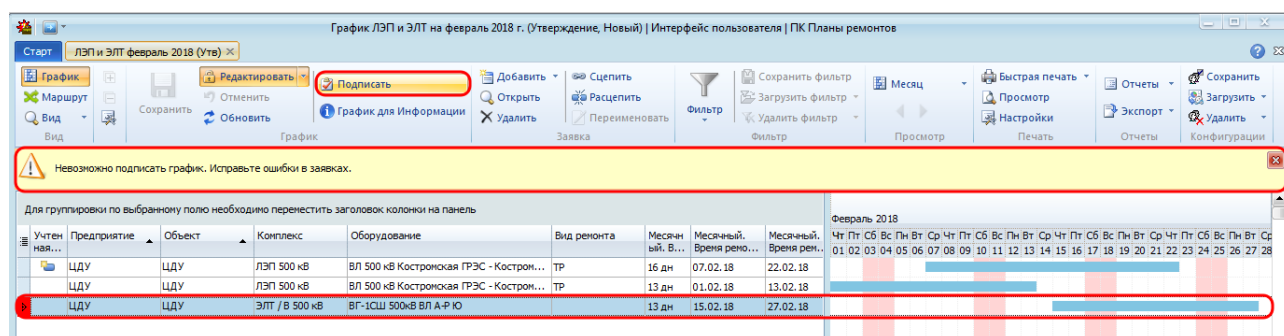

Рисунок 10.71 – Отображение информации о невозможности подписания рабочего графика
- при редактировании рабочего графика возможно сохранение заявки с ошибками (не заполнены обязательные поля) до момента подписания графика на текущем этапе фактического маршрута (Рисунок 10.71);